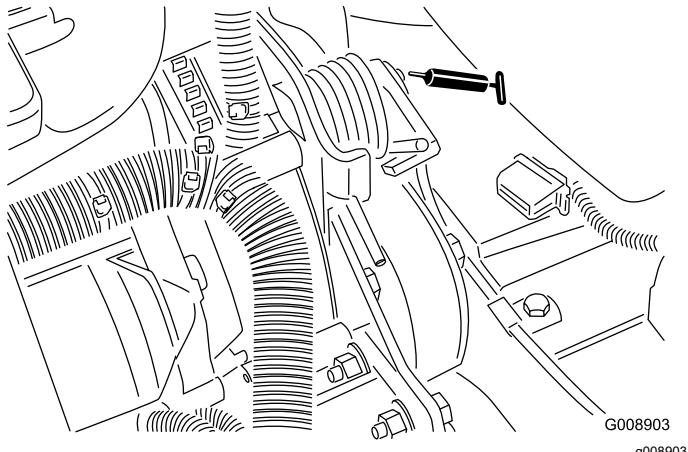

Figure 51
- Pivot de tension de courroie (Figure 51)